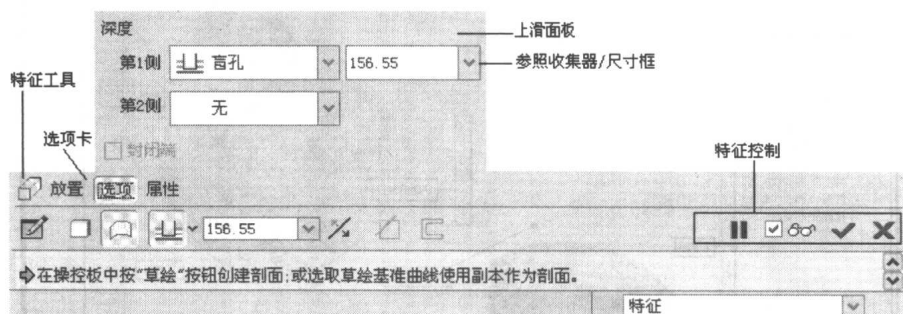

图 1-2-6 操控板区域
(5) 操作控制面板（简称操控板）区域：该区域在默认状态下位于屏幕下部，其构成如图 1-2-6 所示。